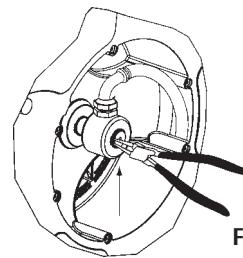

Fig. 17
- Remove the circlip and pull the swivel. Be careful not to damage the swivel O-Ring (Fig. 17).
- Quitar la arandela de seguridad y tirar de la rótula hacia fuera con cuidado de no dañar la junta interior (Fig 17).